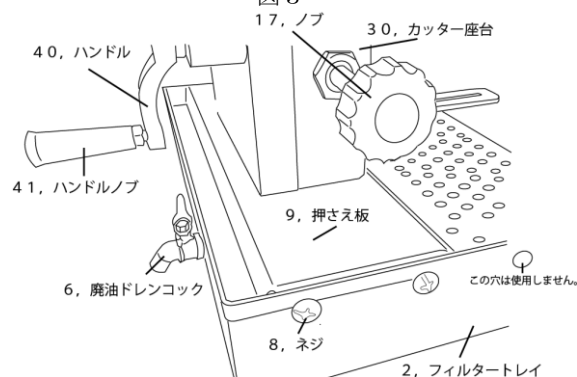

図4
- ④ 9, 押さえ板に取り付けられている8, ネジ4本を取り外し、図4を参考に②③で組み付けた30, カッター座台と9, 押さえ板を2, フィルタートレイに挿入し、ネジ穴を合わせて、8, ネジ4本を使用して確実に固定してください。
- ⑥ 図4を参考に41, ハンドルノブを持ち、40, ハンドルを時計回転方向に回してオイルフィルターを回転させながら17, ノブを回して、28, カッターの押し付け強さを調節してください。
- ⑦ 切断後は、切断面で、ケガをしないよう注意し、本体よりオイルフィルターを取り外してください。
- ⑧ 2, フィルタートレイに溜まったオイルは速やかに6, 廃油ドレンコックから抜き、適切な処理を行ってください。